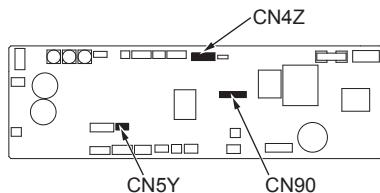
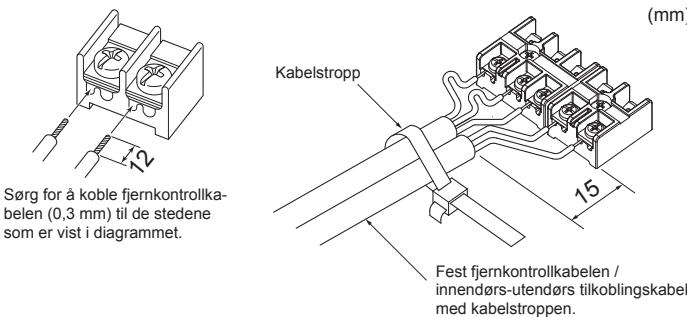

Fig. 4-2
Fig. 4-3
4.1. Innendørsenhet (Fig. 4-1, Fig. 4-2, Fig. 4-3)